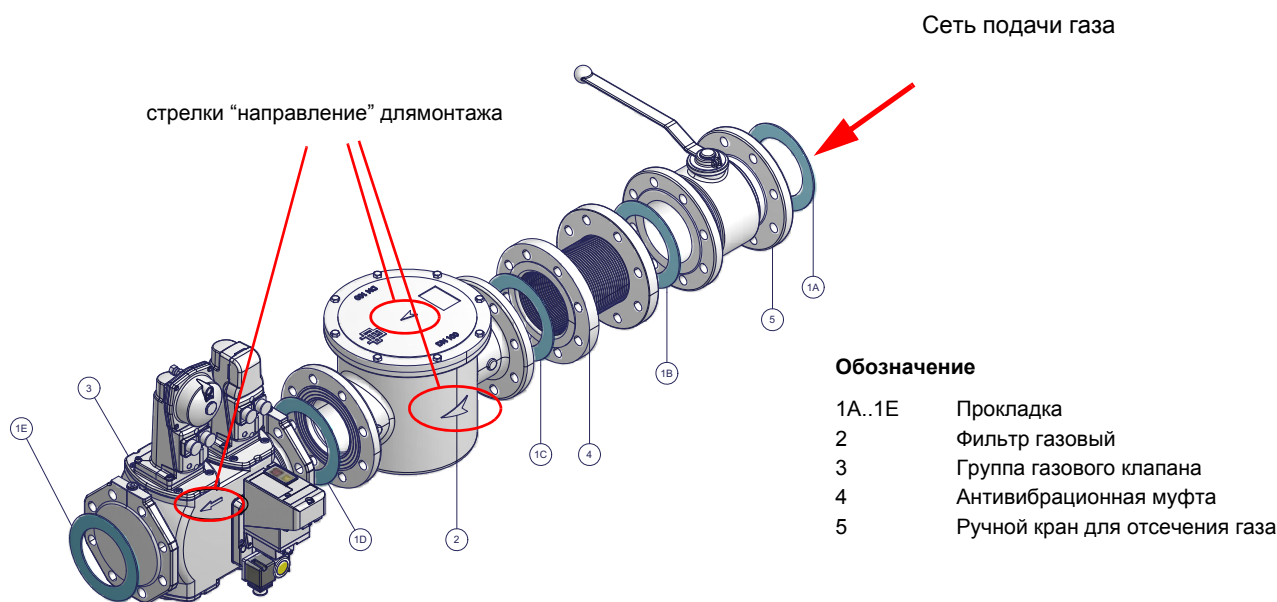

Рис. 4 - Пример газовой раампы
- 1 - б) при фланцевых соединениях: между соседними компонентами устанавливать прокладку (1А..1Е - Рис. 4), совместимую с используемым газом,
ВНИМАНИЕ: после монтажа газовой ramпы согласно схеме на Рис. 4, необходимо провести тестирование на герметичность газового контура, согласно требований действующих нормативов.